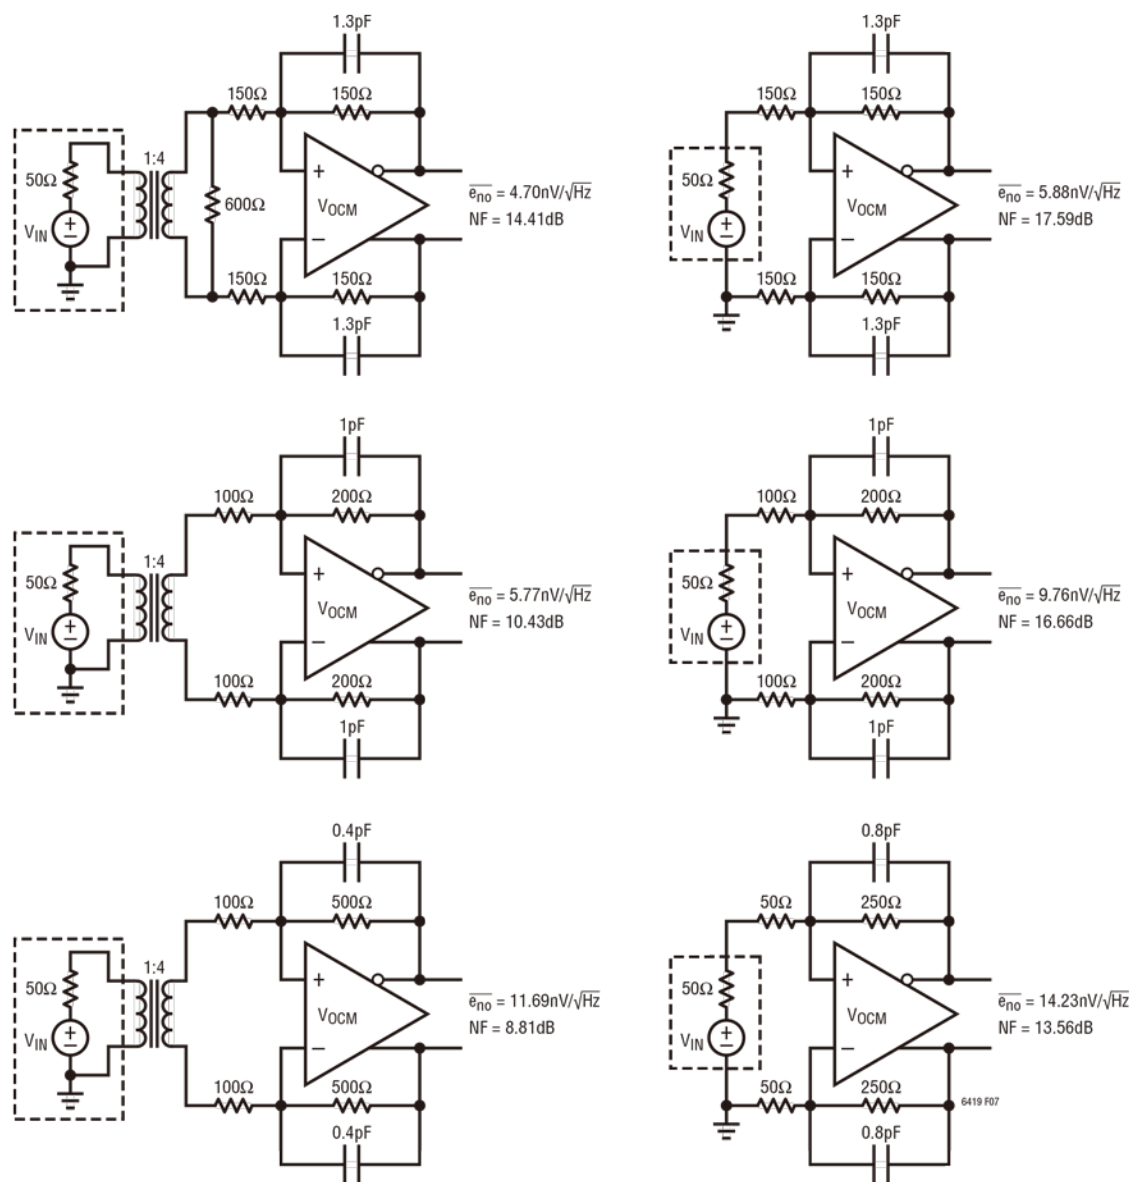

图 7. LTC6419 在不同闭环增益及有和没有源阻抗匹配的情况下测得的输出噪声和噪声系数
图 7 说明了测得的不包括输入信号源电阻的噪声的总输出噪声 (e_{no}), 和在闭环增益 ($A_V = R_F/R_I$) 配置为 1V/V、2V/V 和 5V/V 的 LTC6419 的噪声系数 (NF)。左栏中的电路使用端接电阻器和变压器来匹配 50Ω 源电阻, 而右栏中的电路没有这种匹配。为简单起见, 电路中未显示隔直电容和旁路电容, 因为它们不影响噪声结果。